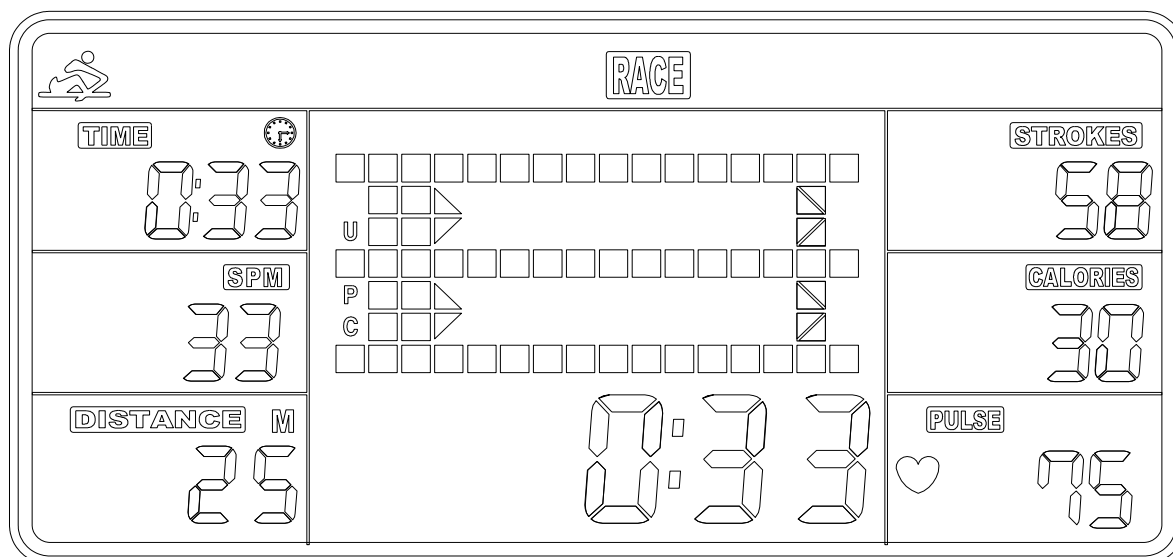
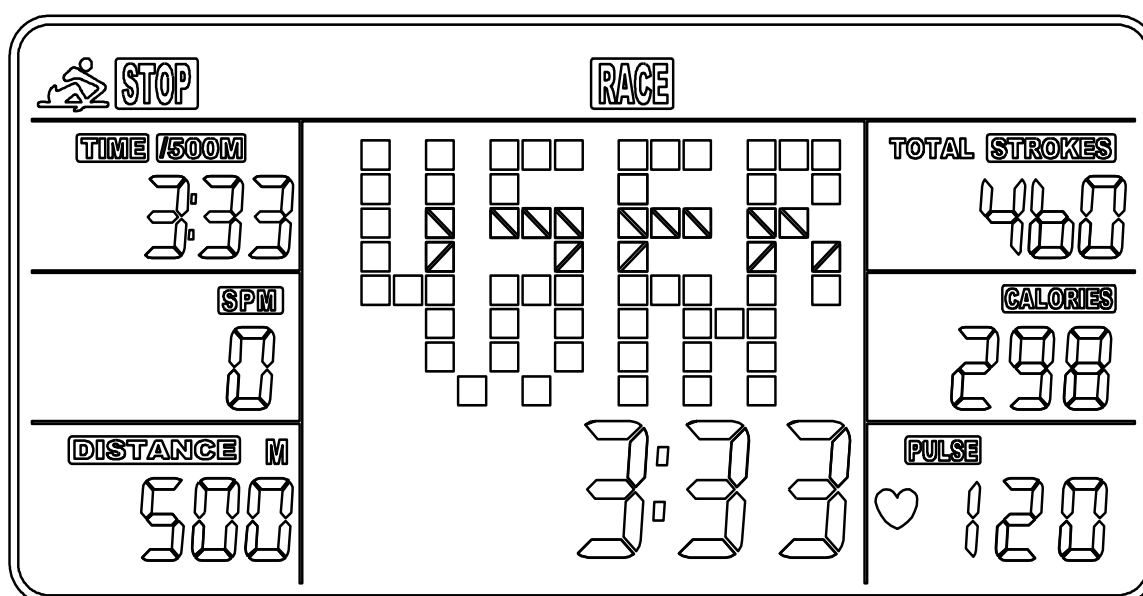

Fig. 6
Fig. 7
- a. Appuyer sur la touche START (MARCHE) pour commencer et l'icône STOP (ARRÊT) disparaît. USER (UTILISATEUR) et PC (UNITÉ) s'affichent dans la matrice (Fig. 6). Le compteur s'arrête lorsque l'utilisateur ou l'ordinateur a atteint la distance de course préalablement définie. La matrice affiche ensuite «PC WIN» (fenêtre UNITÉ) ou «USER WIN» (fenêtre UTILISATEUR) (Fig. 7).